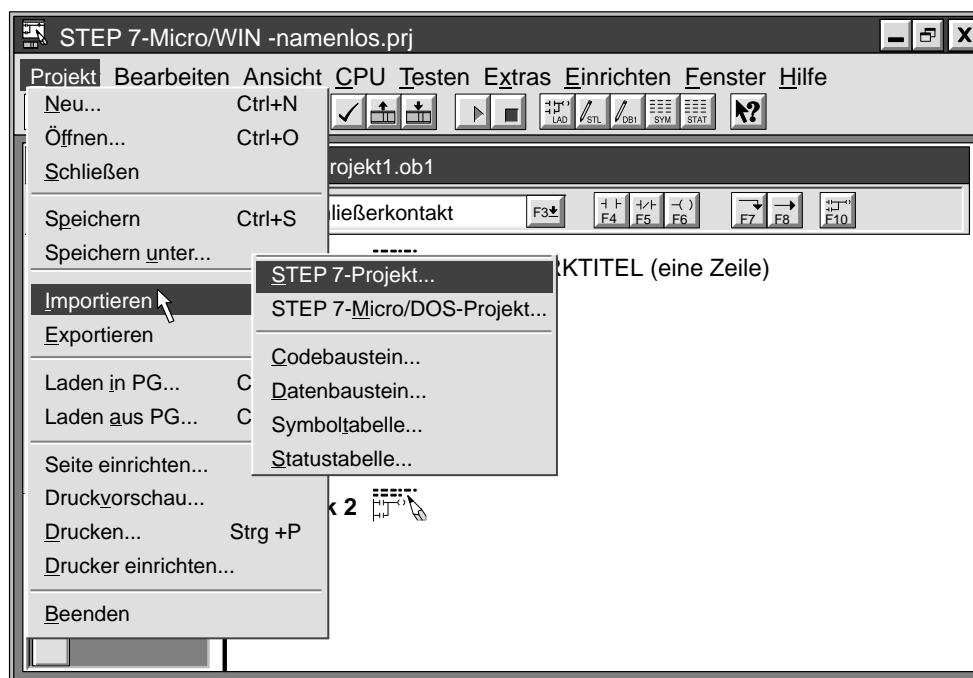

Bild E-1 Aufrufen eines STEP 7-Projekts in STEP 7-Micro/WIN
2. Wählen Sie den Menübefehl **Projekt ► Importieren ► STEP 7-Projekt** (siehe Bild E-1).
Daraufhin werden das Anwenderprogramm und andere Elemente (Datenbaustein, Statustabelle, Symboltabelle) im Projekt in STEP 7-Micro/WIN geöffnet (siehe Bild E-1).